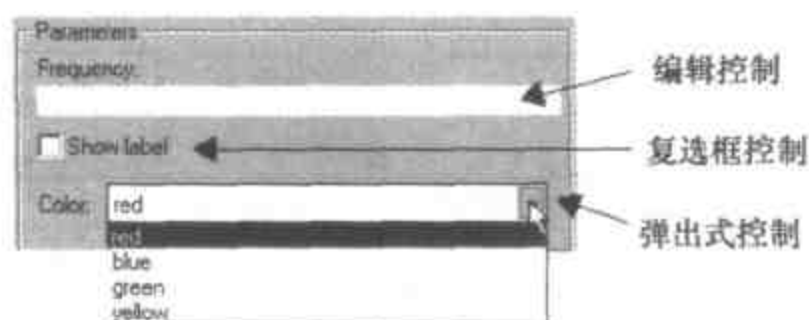

图 6.9 参数控制对话框
Simulink 提供了三种参数值输入或选择控制方式:编辑(Edit),复选框(Checkbox)和下拉菜单(Popup)控制。例如,图 6.9 显示了一个同时使用三种参数域控制方式的封装对话框(包括弹出式控制)范例。
(1) 定义编辑控制。用户可以通过在一个区域内输入参数值来设置参数。图 6.10 和表 6.1 描述了图 6.9 所示例子的提示符编辑控制的定义过程及含义。